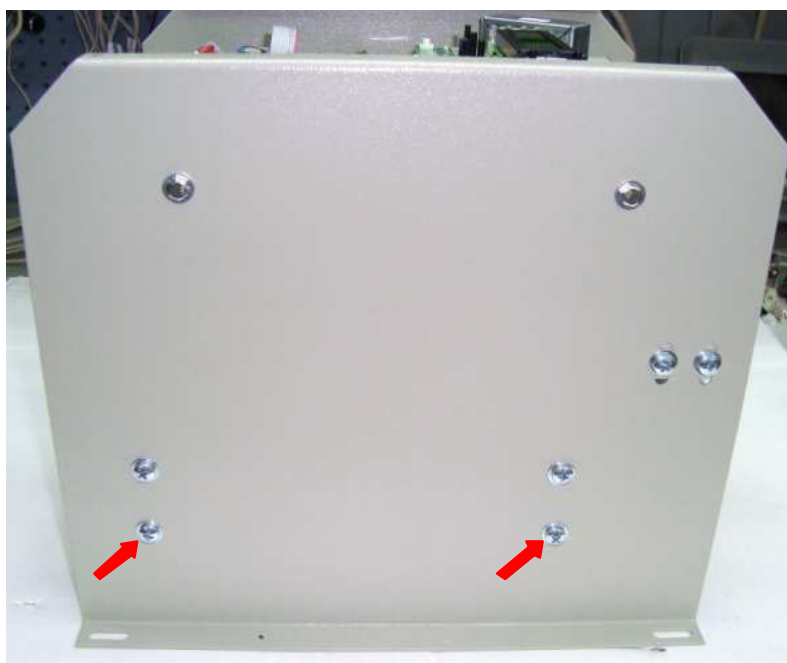

Рис. 7.17
7.6.5. Зафиксировать панель вентилятора четырьмя винтами (рис. 7.17, красные стрелки) с обеих сторон корпуса УПП.